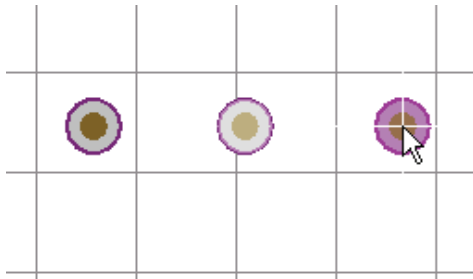

图 10-9 放置过孔的光标状态
(1) 执行菜单命令【Place】→【Via】。
(2) 执行上一步操作后，光标变成十字形，并带着一个过孔出现在工作区，如图 10-9 所示。将光标移动到需要放置过孔的位置单击，即可将一个过孔放置在光标当前所在的位置。图 10-9 中已经放置了 2 个过孔，第三个过孔正在放置中。